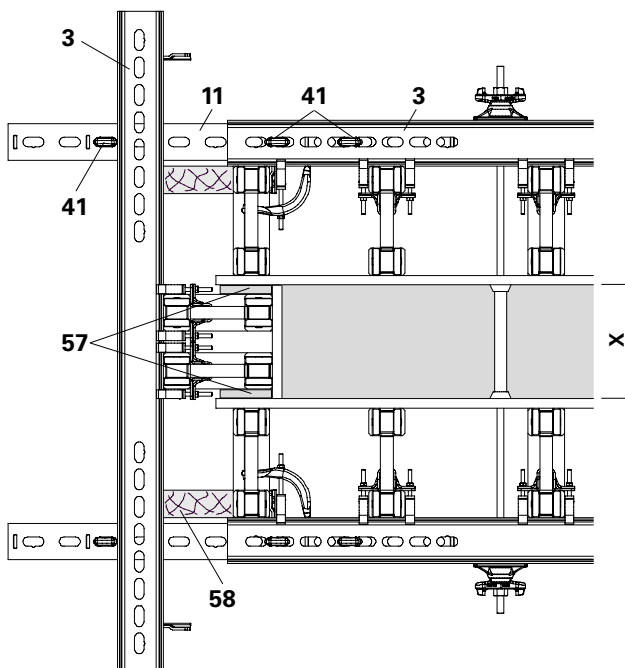

Fig. B9.01
1. Posizionare la testata fermagetto prefabbricata contro gli elementi laterali (57).
2. Installare il distanziatore in legno (58) a cura cantiere.
3. Inserire le giunzioni VKZ 99 (11) nel corrente in acciaio SRZ (3).
4. Fissare le giunzioni VKZ 99 con il cuneo KZ (41).
5. Con i cunei KZ (41) battere la testata fermagetto in trazione e compressione. Cuneo di trazione prima del cuneo di compressione. (Fig. B9.01)